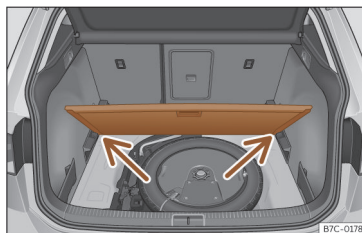

Fig. 166 Plancher modulable du coffre à bagages : position inclinée.
- Appuyez le plancher contre les logements prévus à cet effet >>> **fig. 166** (flèches).